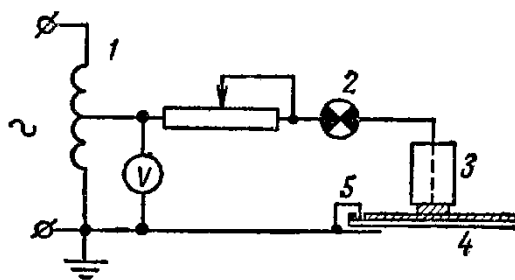

Рисунок 23.1 – Схема определения пробивного напряжения листов активной стали:
- собрать электрическую схему (рисунок 23.1);